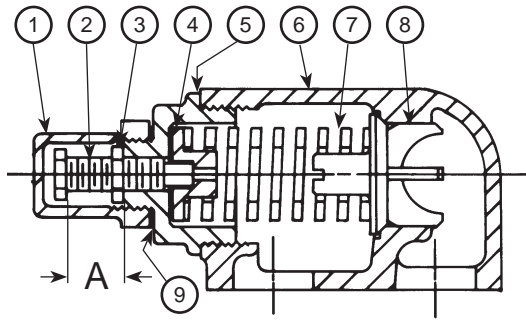
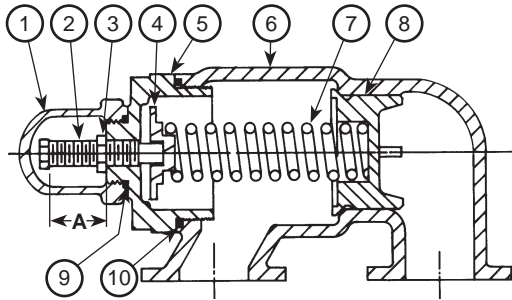

图 14 - 阀 - GG、HJ 和 HL 型号
图 15 - 阀 - AS、AK 和 AL 型号
2. 测量并记录调整螺丝的伸出长度，请参阅图 14 和图 15 上的“A”。